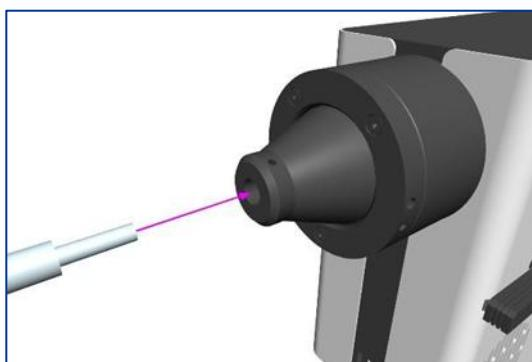

Figure 13
1. Insérer l'extrémité libre d'un guide de lumière liquide de 3 mm dans la source lumineuse, en veillant à ce que le guide de lumière soit entièrement inséré dans le bâillet de sortie de la source lumineuse (Figure 13).